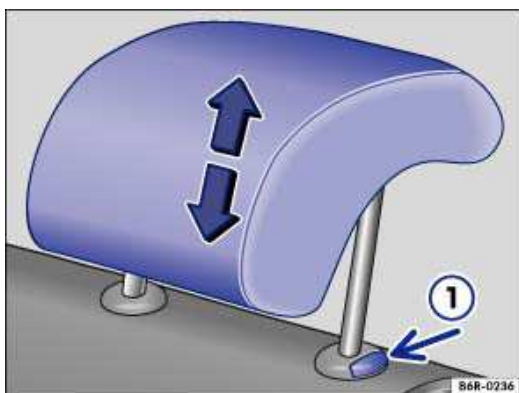

Abb. 42 Kopfstütze hinten einstellen.
- Kopfstütze in Pfeilrichtung nach oben oder bei gedrückter Taste → Abb. 42 ① nach unten schieben → ⚠.